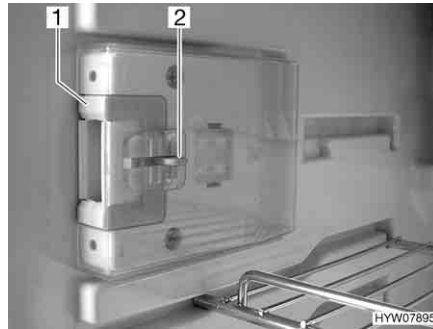
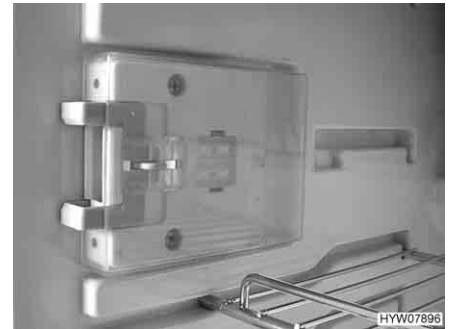

Fig. 227 Dispositivo di chiusura in posizione normale
Fig. 228 Dispositivo di chiusura in posizione di ricircolo d'aria
- Premere il dispositivo di sblocco (Fig. 227,2).
- Spingere il dispositivo di chiusura (Fig. 227,1) in avanti (Fig. 228).